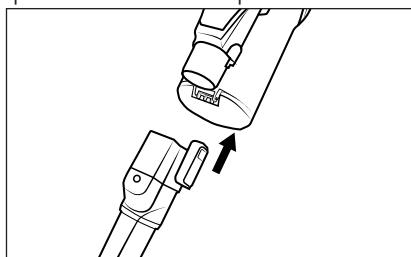

Fig. 14
- Monte el accesorio en el tubo de aspiración 23 o en el orificio de aspiración del aparato hasta que encastre con un chasquido (consulte la fig. 14). Para ello, asegúrese de que el encastre esté en la posición correcta.